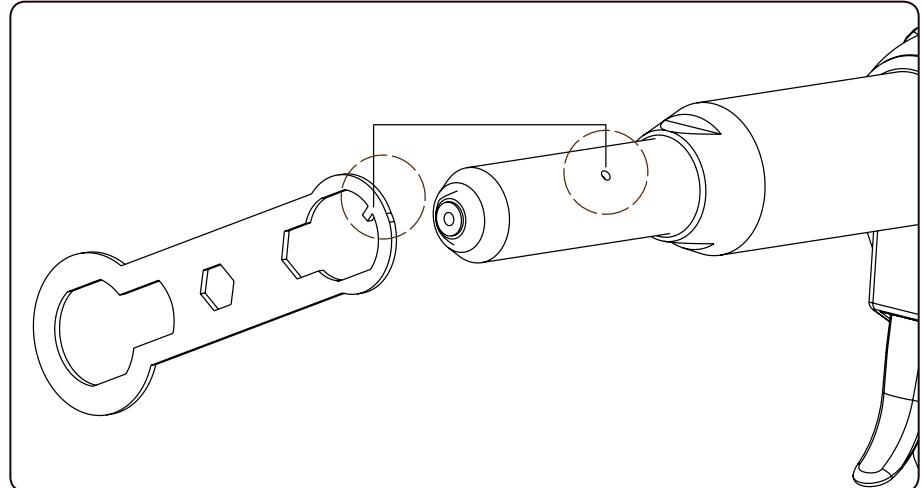

Abb.7, Platzierung der Schlüsselnase in der Bohrung im Pistolenlauf
- Falls ein Zugang zu den Klemmbacken (Teil 3, Abb.8) oder einem anderen Geräteteil erforderlich ist, schrauben Sie den Pistolenlauf mit Hilfe des mitgelieferten Schlüssels ab. Im den Pistolenlauf mit dem Schlüssel abschrauben zu können, muss die Nase am Schlüssel in die Bohrung am Pistolenlauf als Anschlag einrasten (Abb.7). Vor dem Austausch der Teile ist der Pistolenabzug zu drücken und loszulassen. Sorgen Sie für ausreichende Schmierung der Bestandteile im Pistolenlauf, vor allem nachdem sie ausgetauscht wurden. Zur Schmierung ist ein Maschinenfett zu verwenden.